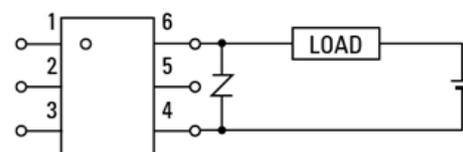

図 5.1.3 バリスター選定例、バリスター使用回路例
- ・商用 AC 電源で使用する場合：図 5.1.3 を参照ください。